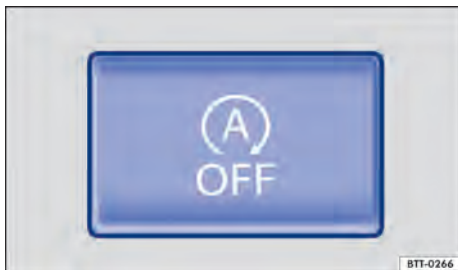

Fig. 109 No console central: botão do sistema Start-Stop.
- Pressionar o botão  no console central ⇒ Fig. 109.